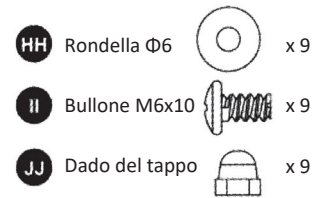
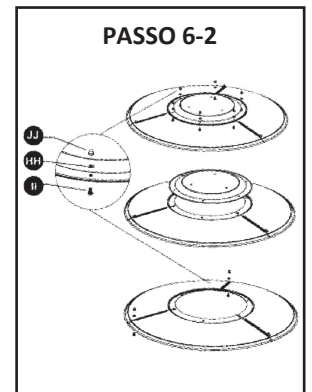
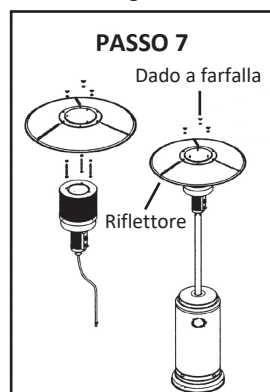

Fig. 5
Fig. 13
Fig. 14
Passo 6-1 (Fig. 5, 12)
2. Inserire un bullone M6x10 (II).
3. Far scorrere una rondella Ø6 (HH) sull'estremità filettata del bullone M6x10 (II) e avvitare leggermente il dado (JJ).
Passo 6-2 (Fig. 13)
3. Far scorrere una rondella Ø6 (HH) sull'estremità filettata del bullone M6x10 (II) e avvitare leggermente i dadi (JJ).
Passo 7 (Fig. 14)